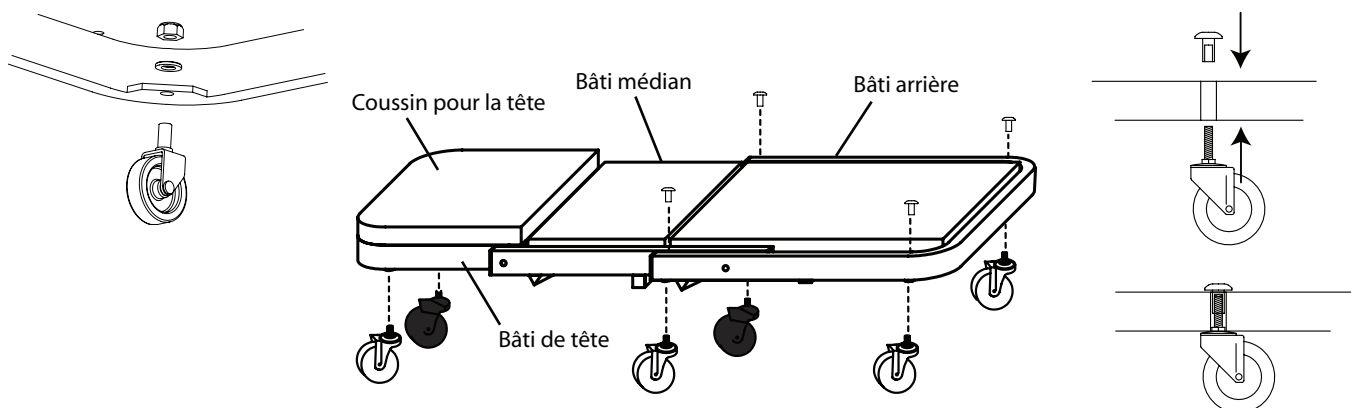

Figure 1 : Composants du modèle 91000
Avant d'assembler votre chariot de visite pliant, assurez-vous d'avoir toutes les pièces. Comparez les pièces que vous avez sous la main avec la liste du contenu de l'emballage et l'illustration de la figure 1. Si une pièce est endommagée ou manquante, n'assemblez pas, n'installez pas et n'utilisez pas le produit. Communiquez avec le service à la clientèle Omega pour obtenir des pièces de rechange.
## INSTRUCTIONS D'ASSEMBLAGE (voir figure 1)
1. Dépliez soigneusement le chariot, comme illustré dans la figure 1.